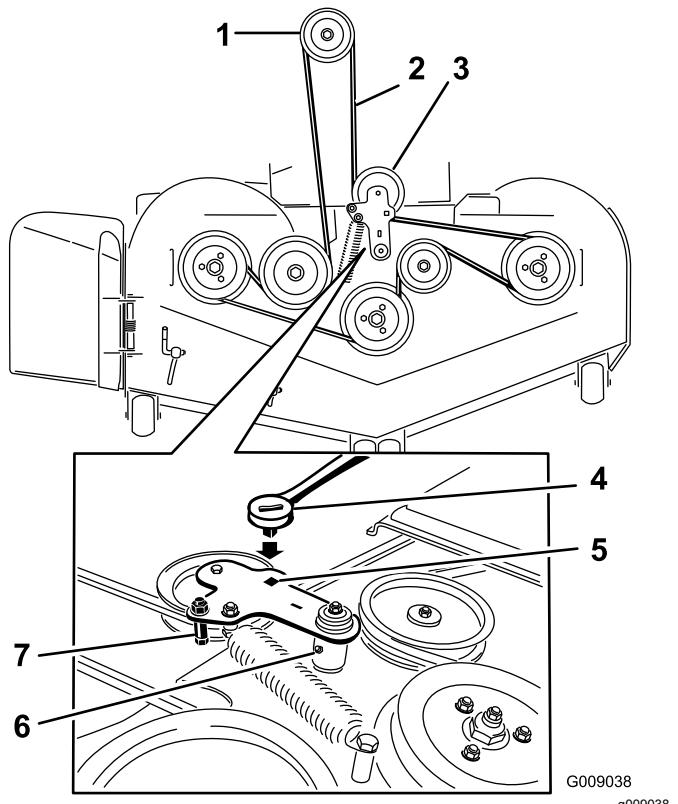

Figura 76
5. Utilice una llave de carraca en el orificio cuadrado del brazo tensor para aliviar la tensión del muelle tensor (Figura 76).
7. Instale la guía de la correa en el brazo tensor tensado con muelle (Figura 76).
9. Pase la correa nueva alrededor de las poleas del cortacésped y de la polea del embrague, debajo del motor (Figura 76).
10. Instale la guía de la correa en el brazo tensor (Figura 76).
11. Utilizando la llave de carraca en el orificio cuadrado, instale el muelle tensor (Figura 76).